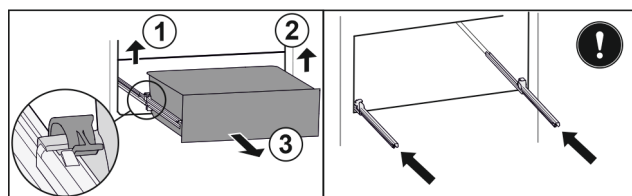

Fig. 66
- ▶ Zvedněte levou svorku a současně vytáhněte zásuvku vlevo dopředu. Fig. 66 (1)
- ▶ Zvedněte pravou svorku a současně vytáhněte zásuvku vpravo dopředu. Fig. 66 (2)
- ▶ Vyjměte zásuvku dopředu. Fig. 66 (3)